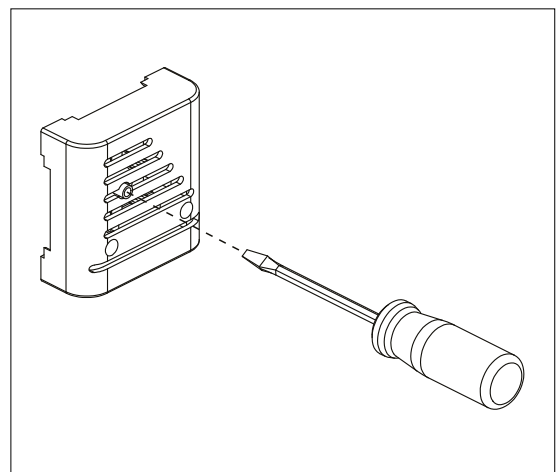

Abbildung 7.12-1 Reaktivierung des Überhitzungsschutzes
- Der Überhitzungsschutz des Ofens wurde ausgelöst: **Die Ursache für das Auslösen des Überhitzungsschutzes muss ermittelt werden!** Der Überhitzungsschutz kann durch Drücken des Temperatursensors reaktiviert werden (Abbildung 7.12-1).